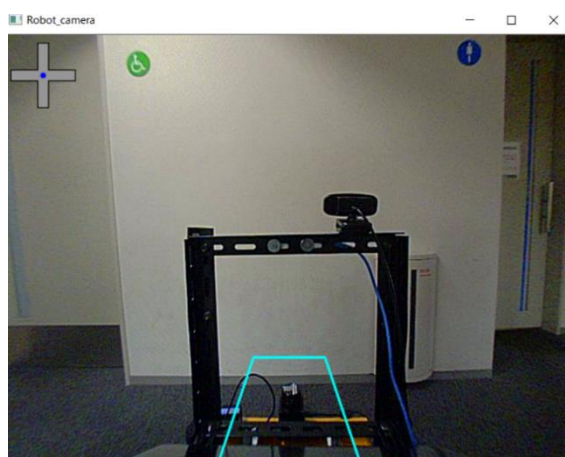

図 4-22 障害物非接近時のカメラ映像表示
2. 操作情報表示 RTC を Activate すると、PC 上にすべての操作情報がオーバーレイ表示されたカメラ映像が表示される。図 4-22 のように、車幅延長線とジョイスティック入力量が表示される。LRF・PSD 距離データは接近時のみ表示される。